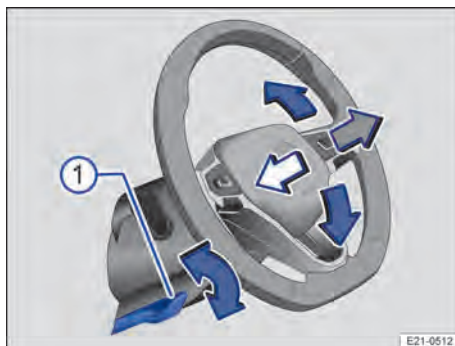

Fig. 69 Embaixo do volante no revestimento da coluna de direção: alavanca de ajuste mecânico da posição do volante.
1. Pressionar a alavanca → Fig. 69 ① para baixo.
3. Pressionar a alavanca → Fig. 69 ① com firmeza para cima até que ela se nivele com o revestimento da coluna da direção → ⚠.